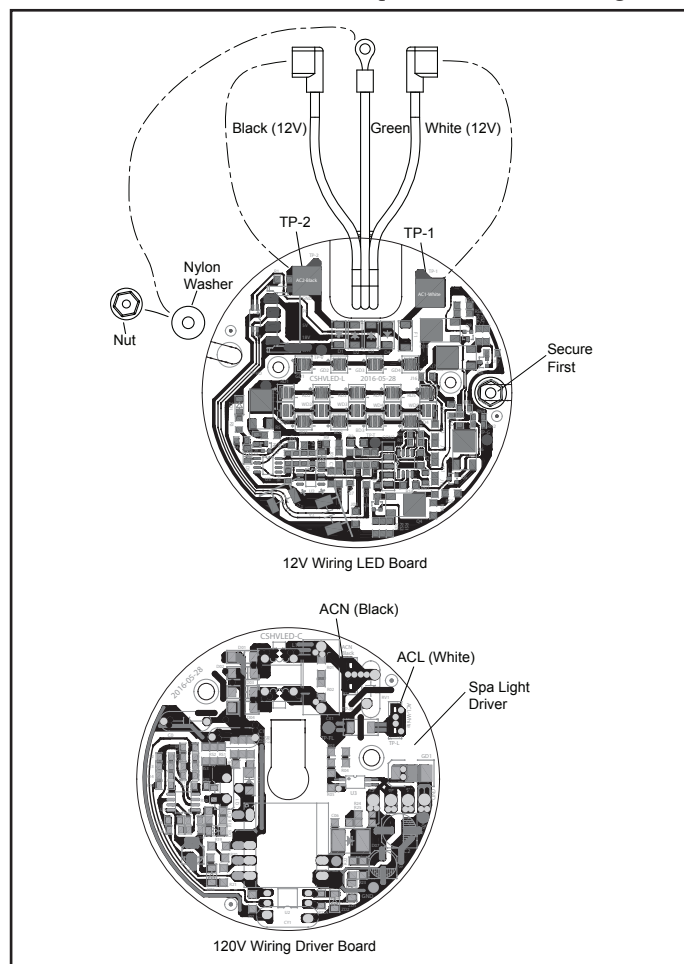

Figura 7. Reemplazo y cableado del motor (PCB) de luz pequeña
2. Retire dos (2) tuercas y dos (2) arandelas.
5. Coloque el nuevo controlador de luz en el conjunto de la luz, con la orientación que se muestra en la Figura 7.
2. Retire dos (2) tornillos y seis (6) arandelas.
6. Coloque el nuevo tablero LED en el disipador de calor con la orientación que se muestra en la Figura 7.
7. Asegure el tablero LED con dos (2) tornillos y dos (2) arandelas.
6. Retire el tablero controlador y coloque el nuevo tablero controlador de luz en el conjunto de la luz, con la orientación que se muestra en la Figura 7.
12. Coloque el nuevo tablero LED en el disipador de calor con la orientación que se muestra en la Figura 7.
13. Asegure el tablero LED con dos (2) tornillos y seis (6) arandelas.